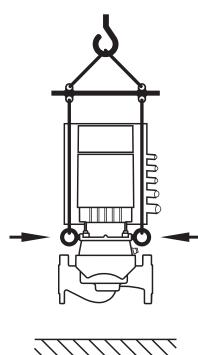

Fig. 8: Transport pumpa
- Pumpu treba transportirati dopuštenim sredstvima za prihvatanje tereta (npr. koloturnikom, dizalicom itd.). Treba ih pričvrstiti na transportne ušice na prirubnici motora (Fig. 8, ovdje prikazano: Uredaj za dizanje s okomitim vratilom motora).